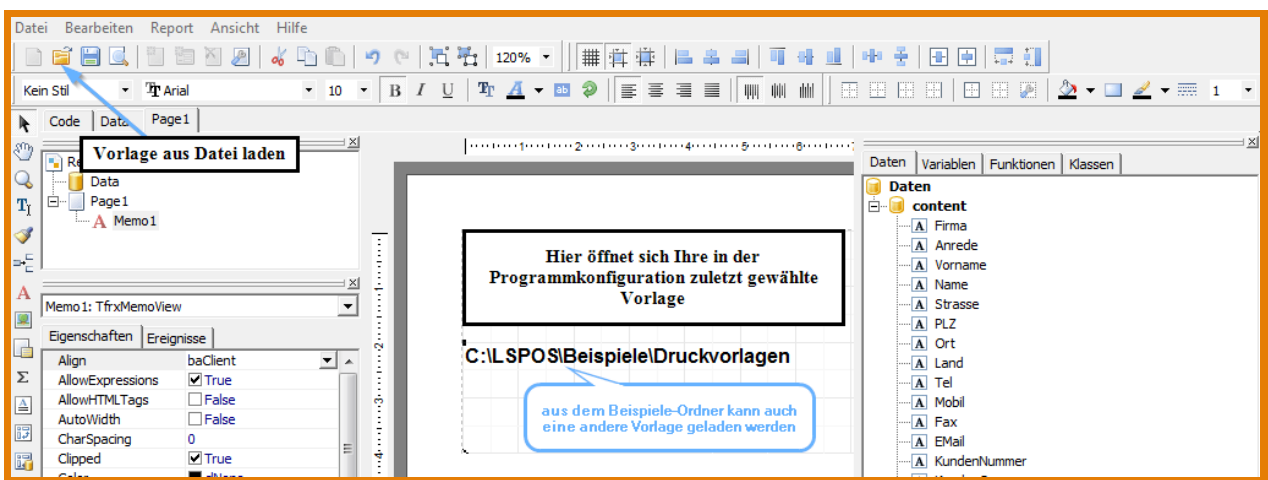

Abbildung 11.10: Kundenkartendrucker Vorlage bearbeiten
- Klicken Sie zum Laden der Vorlage auf das **Ordner-öffnen-Symbol**  und gehen Sie zu dem Pfad unter dem die Vorlagen abgelegt sind. Wählen Sie hier eine Vorlage aus (Abbildung 11.10) und bestätigen Sie mit